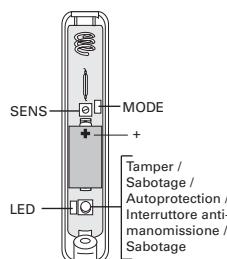

Fig. 3: PCB / Leiterplatte / PCB /
3. Make sure that the MODE link is removed (see Fig. 3).
3. Sicherstellen, dass der MODE-Link entfernt ist (siehe Abb. 3).